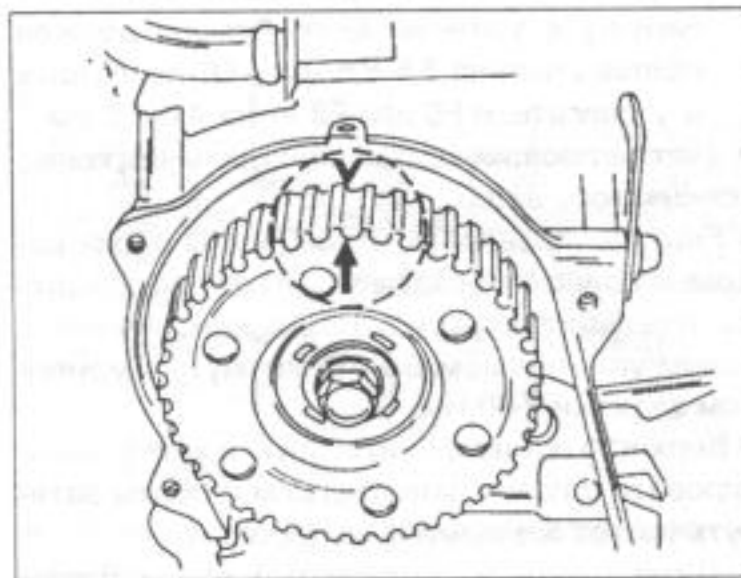

Рис. 65.
- Прокрутить шестерню распределительного вала, пока она не попадет в позицию, показанную на рис. 65, причем имеются в виду маркировки 2 и 3.